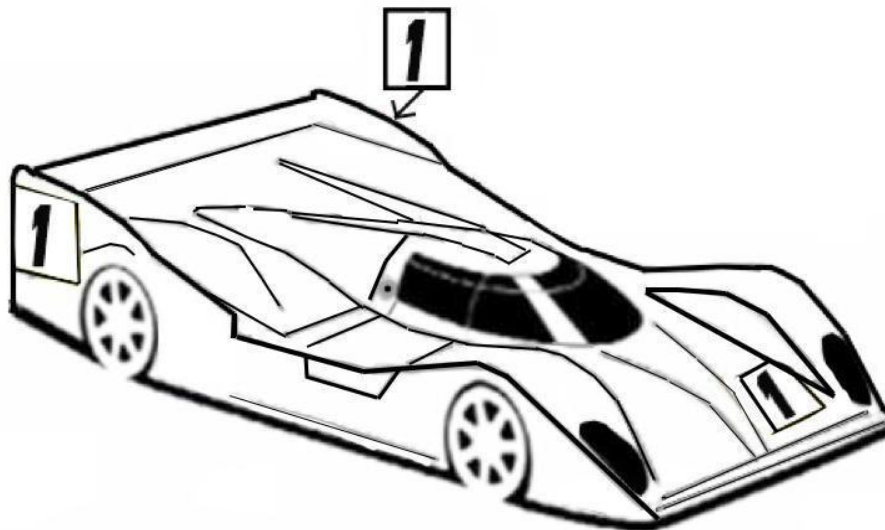

Figura 5: Disposizione corretta dei numeri di gara sul modello
d) **Disposizione numeri di gara Pista 1/8 IC:** prima della partenza delle manche di qualifica e delle fasi finali i Piloti sono obbligati a posizionare sulla propria carrozzeria i numeri di gara, consegnati dagli Organizzatori come mostrato in **Figura 5**, al fine di garantire una maggiore visibilità da parte della Direzione di Gara.
La non corretta posizione dei numeri di gara comporta il richiamo del modello del Pilota, da parte del Direttore di Gara affinché questi li disponga come da Regolamento (vedi figura 5 sottostante).